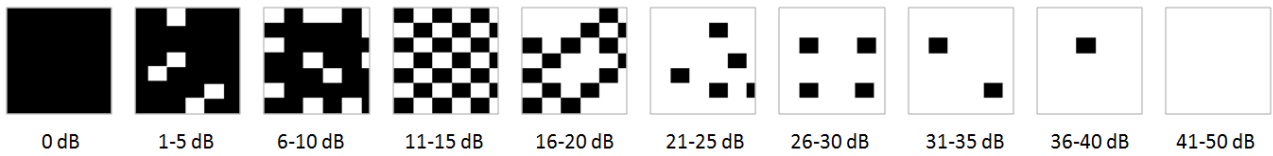

Fig. 59 – Símbolos usados para el mapa de la escala de grises e intervalos dB relacionados
8. Mapa del campo visual en escalas de gris (véase Fig. 59 para los símbolos del tono de gris adoptados), utilizando la convención de la visualización de la perimetría estándar